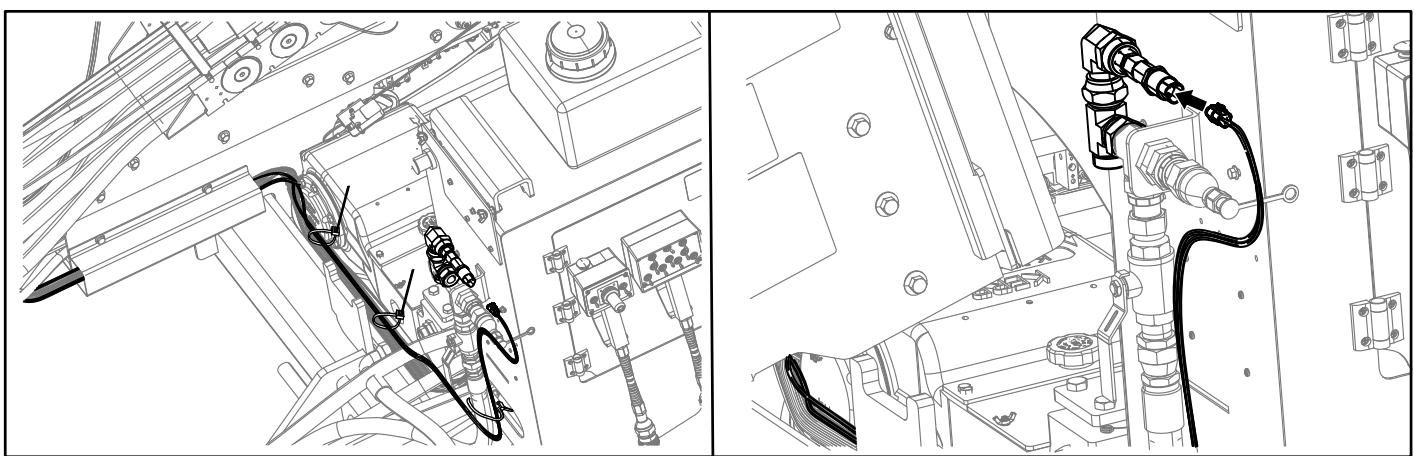

Рисунок 12
8. Проложите жгут проводов вдоль имеющегося жгута проводов к датчику (Рисунок 12).